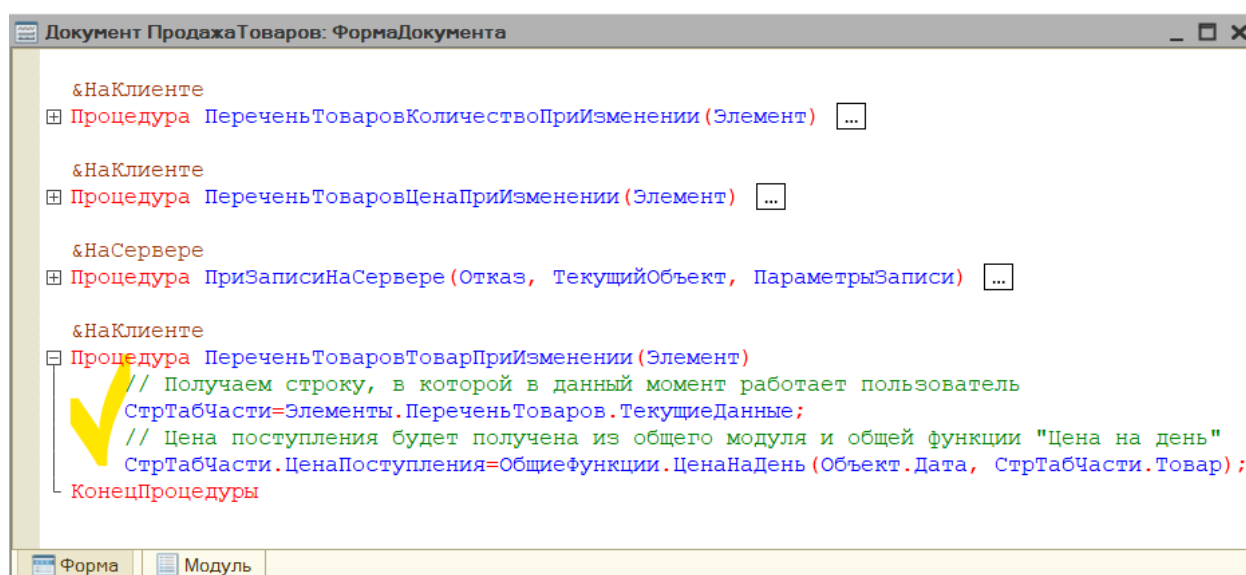

Рис. 3.27. Обработчик события ПриИзменении для поля «ПереченьТоваровТовар»
4. Далее щелчком на значке лупы откроем окно редактора программного кода, где требуется задать обработчик рассматриваемого события в соответствии с рис. 3.27. Событие создается &НаКлиенте.